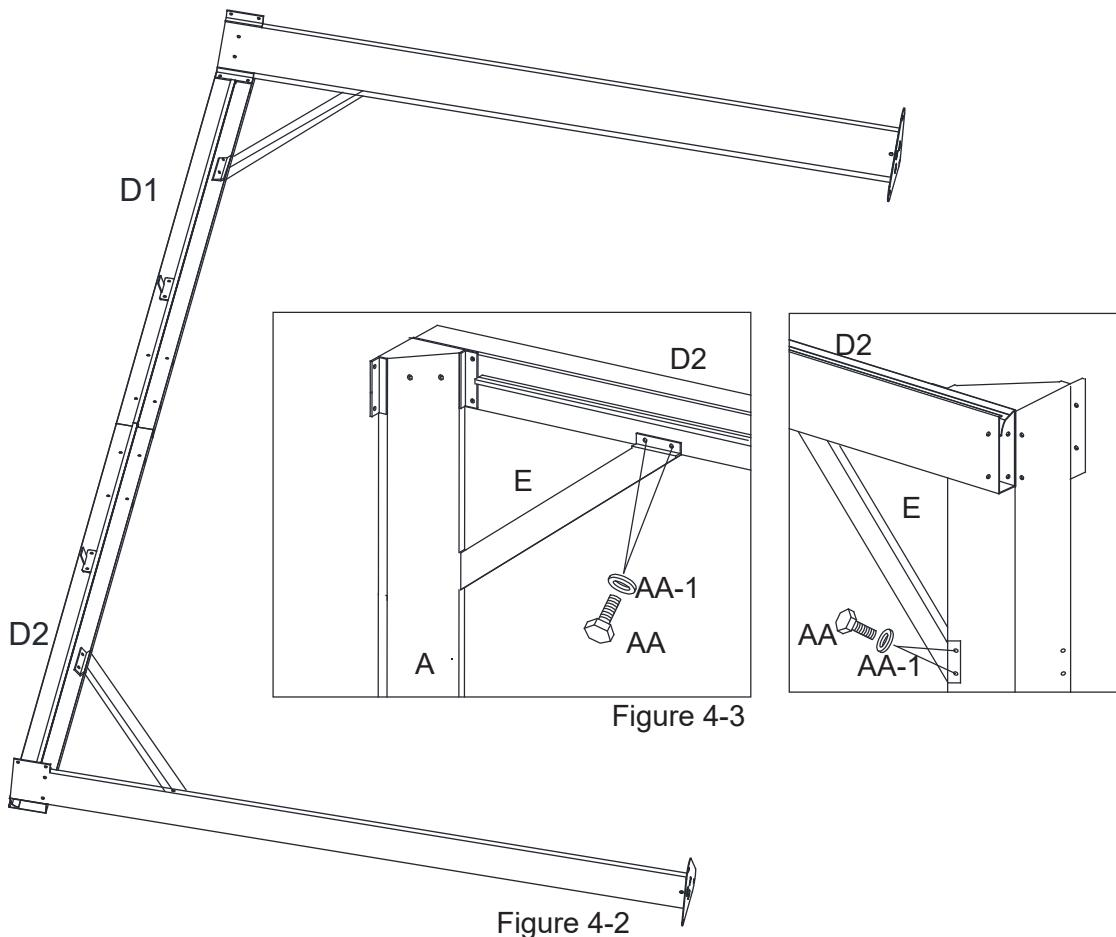

Figure 4-2
- 4.2 . Répéter l'opération pour les linteaux longs (D1 et D2) et les poteaux d'angle (A) de l'autre côté. Voir la figure 4-2.